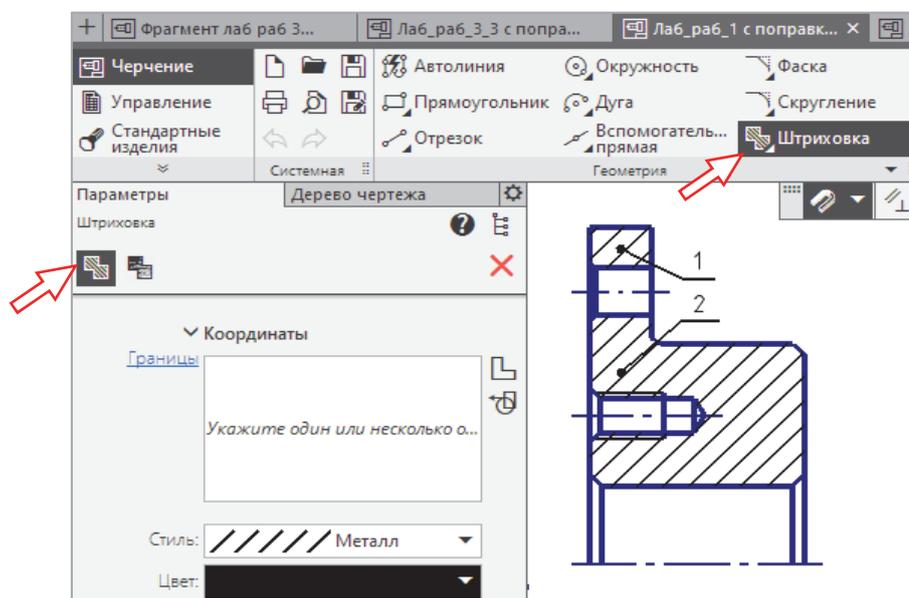

Рис. 1.18-2
1. На ленте инструментов выбрать команду **Черчение** → **Геометрия** → **Штриховка** (рис. 1.18-2).